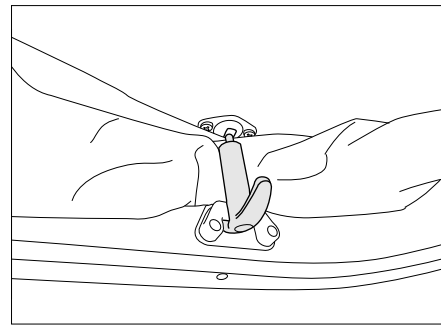

Bild 72 Sicherung Hubdach
- Sicherungen (Bild 72) durch Ziehen lösen.
- Sicherungen (Bild 72) leicht nach unten ziehen und einhaken.